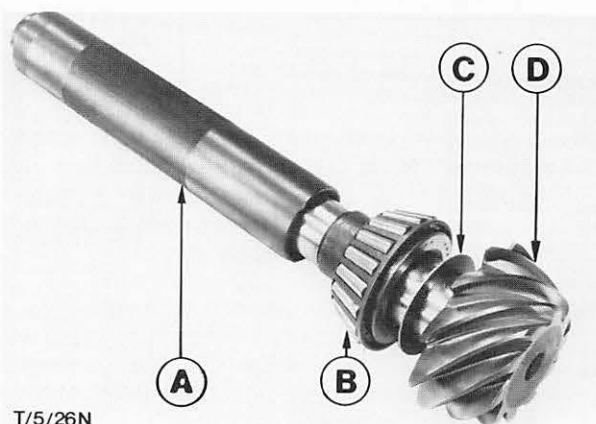

Abb. 77 A = Aufpreßdorn 15-042
29. Meisterritzel und Meßwelle ausbauen. Ausgemessene Ausgleichscheibe mit Kegelrollenlager vom Meisterritzel entfernen und auf das einzubauende Antriebskegelrad schieben. Kegelrollenlager mit dem Spezialwerkzeug 15-042 aufpressen. Abb. 77.